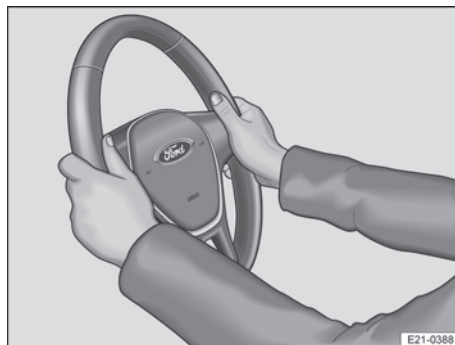

Abb. 59 Am Lenkrad: Neun-Uhr- und Drei-Uhr-Position.
2. Lenkrad so einstellen, dass es mit beiden Händen und leicht gebeugten Armen seitlich am äußeren Rand (Neun-Uhr- und Drei-Uhr-Position) → Abb. 59 festgehalten werden kann.